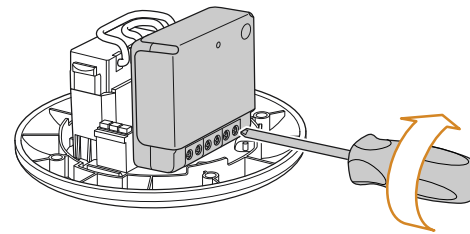

Bild 2
- 3 Verbinden Sie das Modul mit den 6 Schrauben - siehe **Abbildung 2**.